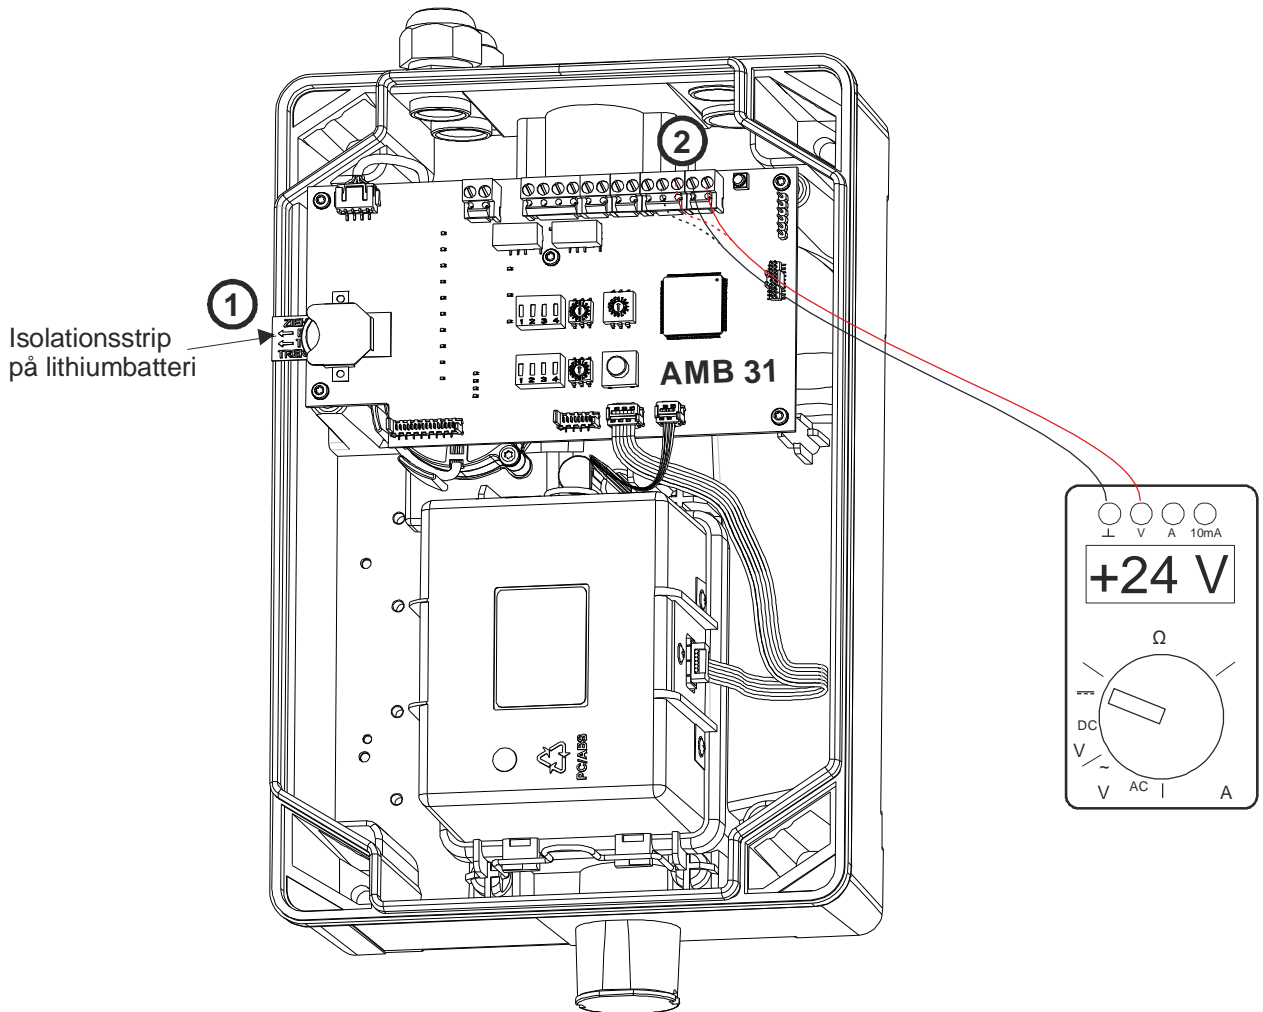

Fig. 45 Detektorhus åbnet med henblik på idriftsættelse
- Fjern isolationsstripsene på lithiumbatterierne (på AMB 31) (se Fig. 45 (1)).
21,6 til 27,6 VDC (med en strømforsyning på 24 VDC) (se Fig. 45 (2)).